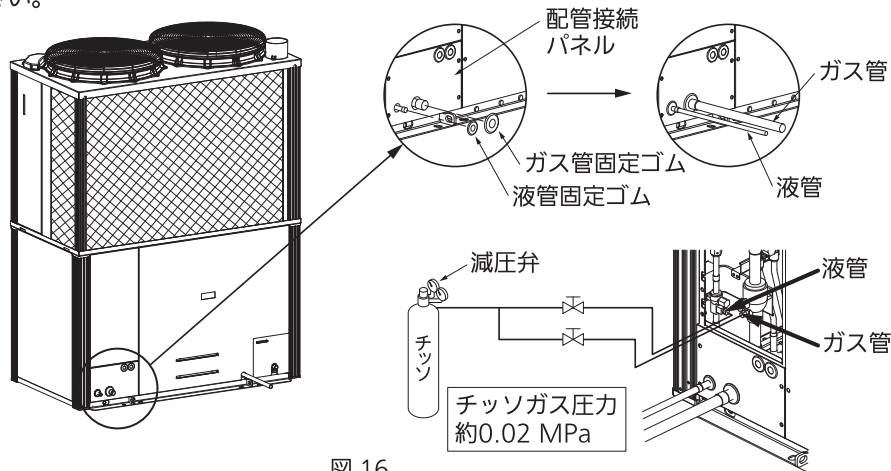

図 16
- 配管接続パネルからガス管、液管の固定ゴムを取りはずす。(図 16)
- ガス管、液管の固定ゴムを元通りに復元する。(図 16)